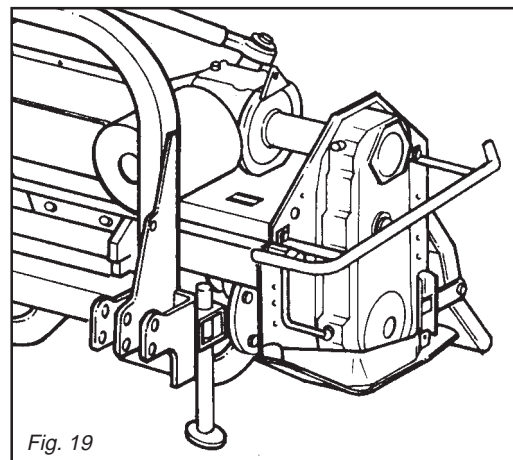

Fig. 19
- 1- Position the support foot as shown in the figure 19.
- 1- Den Stützfuß wie in Abb. 19 gezeigt anordnen.
- 1- Placer le pied d'appui (voir figure 19).